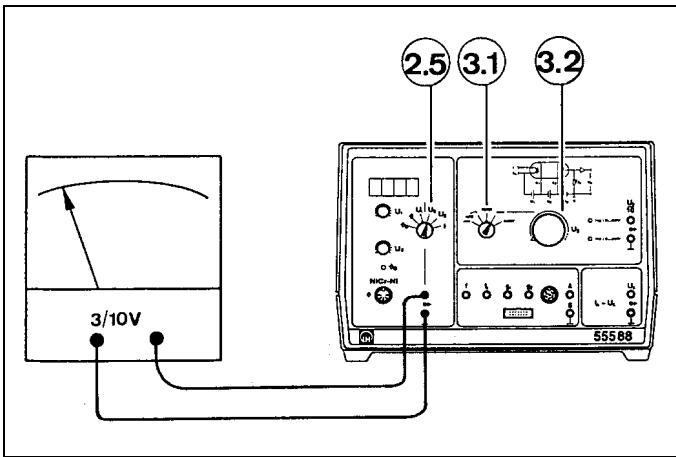
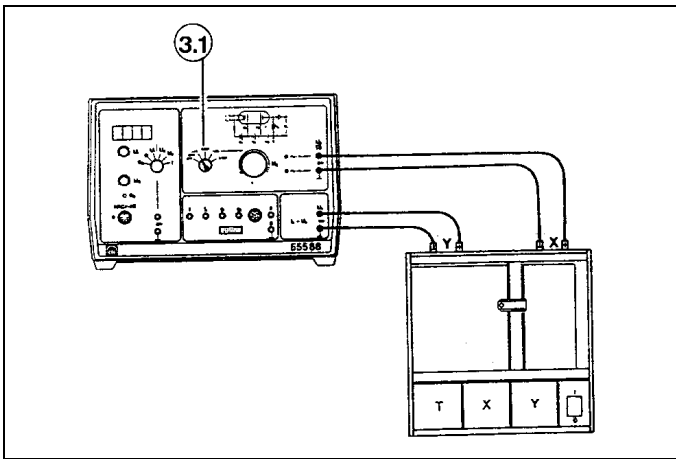

Fig. 5.1
Fig. 6
- Versuchsdurchführungen ohne Oszilloskop (Fig. 5.1/ 2, Fig. 6): Betriebsartschalter (3.1) auf MAN. stellen: Die Beschleunigungsspannung  $U_2$  läßt sich über das Potentiometer (3.2) variieren.
- Experiments without oscilloscope (Fig. 5.1/ 2, Fig. 6): Set mode switch (3.1) to MAN.: you can vary the acceleration voltage  $U_2$  using the potentiometer (3.2).